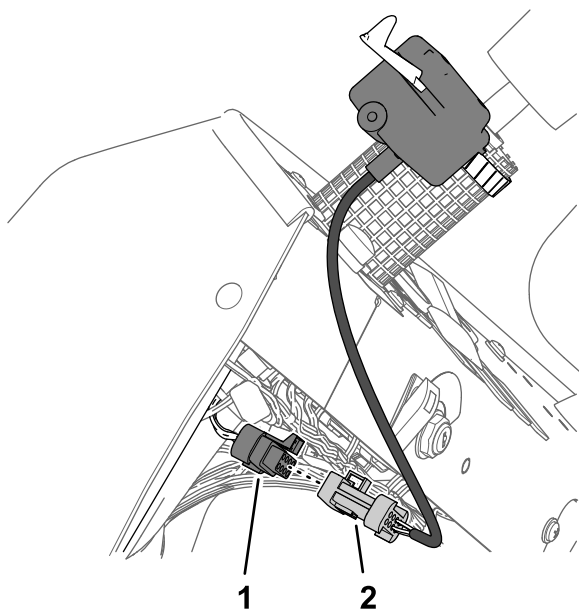

Figura 35
2. Enchufe el conector hembra de 8 vías de la rama de 108 cm del arnés de cables del kit de los intermitentes en el conector de 8 pines del arnés de cables del interruptor del intermitente (Figura 35).